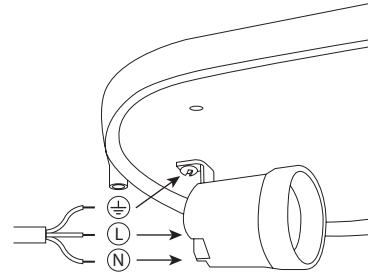

Рис. 2
7. Присоедините концы кабеля к патрону и основанию светильника в соответствии с маркировкой (Рис. 2).